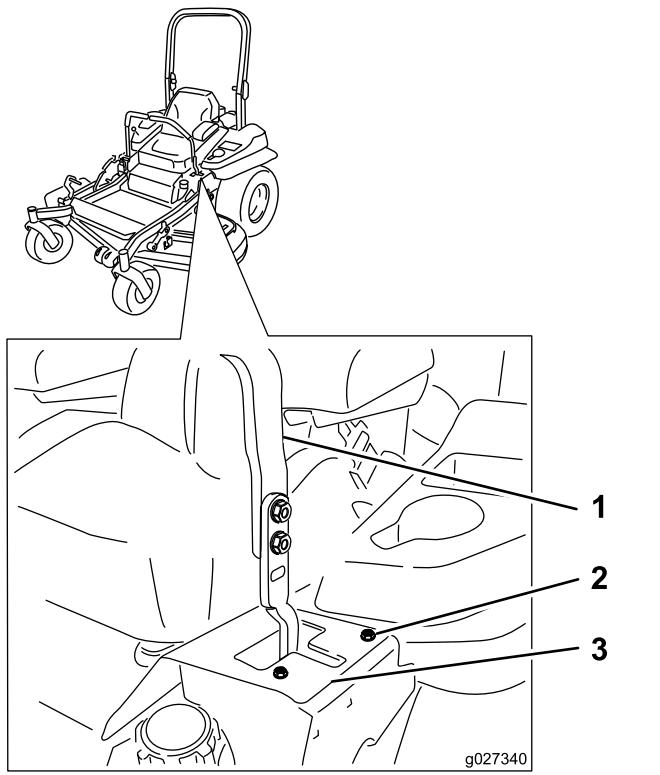

Figure 65
- Si elle se déporte à droite, desserrez les boulons et déplacez la plaque de butée gauche en arrière sur la fente en T gauche, jusqu'à ce que la machine se déplace en ligne droite (Figure 65).
- Si elle se déporte à gauche, desserrez les boulons et déplacez la plaque de butée droite en arrière sur la fente en T droite, jusqu'à ce que la machine se déplace en ligne droite (Figure 65).
6. Serrez les boulons de la plaque (Figure 65).